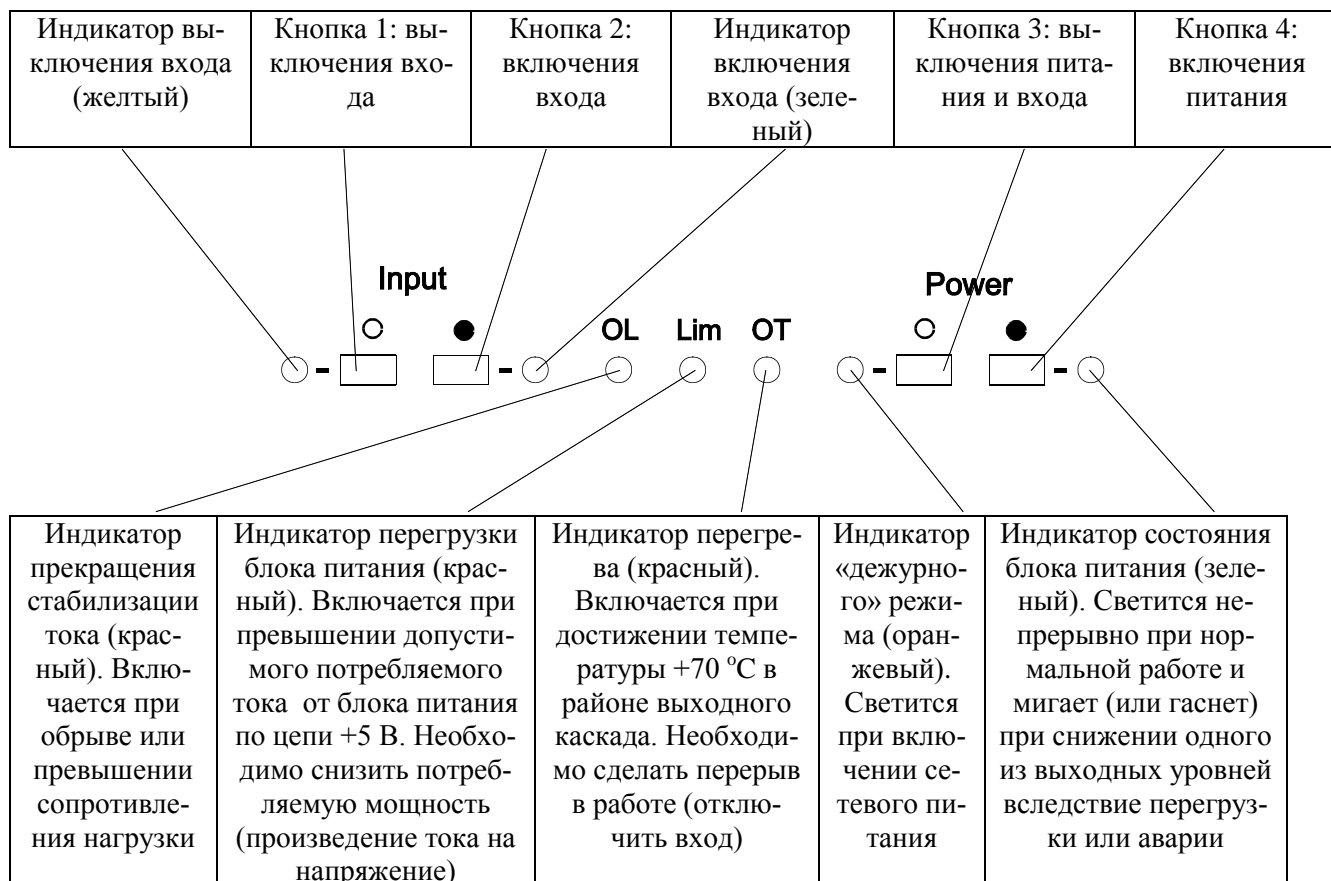

Рисунок 2.5 – Кнопки и индикаторы преобразователя ПНТ-50
2.2.16.3.1 Управление входом и источником питания преобразователя осуществляется четырьмя кнопками, назначение которых иллюстрирует рисунок 2.5.
2.2.16.3.2 Кнопки 1 и 2 управляют реле, позволяющим отключить вход схемы преобразователя от входного разъема. При отключенном входе на выходе преобразователя устанавливается ток, равный нулю. Благодаря этому режиму можно работать с калибратором Н4-11/1, не отсоединяя от него входной кабель преобразователя. Состояние входного реле индицируется соответствующими светодиодами (см. рисунок 2.5).
разователя, включается только источник «дежурного» напряжения («ждущий режим»), а питание всей схемы преобразователя выключено. Состояние «дежурного» режима (наличие «дежурного» напряжения) отражается свечением оранжевого светодиода на передней панели преобразователя. При включении схемы питания включаются и другие светодиоды, отражающие текущее состояние преобразователя (см. рисунок 2.5).